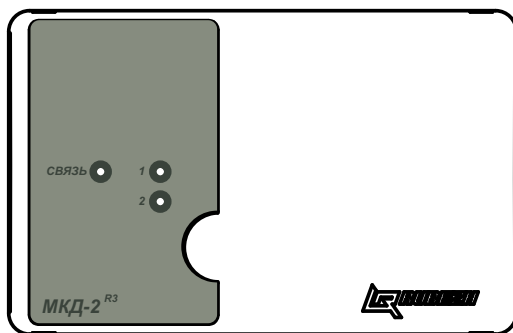

Рисунок 1
- 5.1 Модуль конструктивно выполнен в пластмассовом корпусе. Корпус состоит из двух частей – основания и крышки (Рисунок 1). Крышка имеет окна для индикаторов СВЯЗЬ, «1», «2», расположенных на плате.